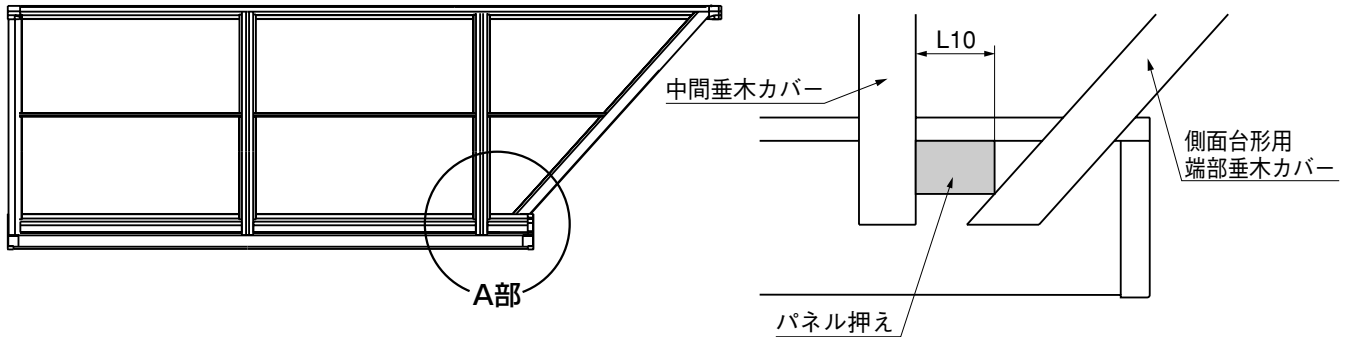

図8-1 A部詳細
- ① パネル押えの長さL10は、図8-1のように中間垂木カバーと側面台形用端部垂木カバーの間に納まるように切断してください。